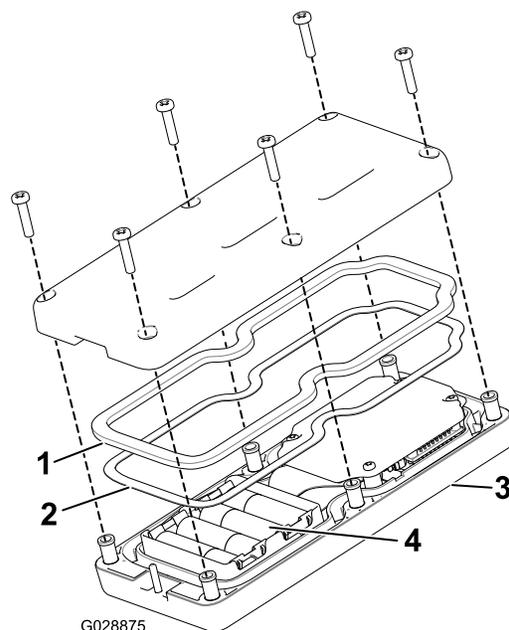

Figura 13
2. Inserte cada batería en su alojamiento teniendo en cuenta la polaridad correcta. (Si las pilas se instalan de forma incorrecta, la unidad no resultará dañada, pero no funcionará.) El alojamiento lleva marcas de polaridad para cada terminal grabadas en relieve (Figura 13).
3. Asegúrese de que el obturador de acero y la junta de goma se encuentran en el lugar adecuado del control remoto y coloque de nuevo la tapa trasera (Figura 13).
4. Ajuste la tapa con 6 tornillos (Figura 13) y apriételos a 1,5–1,7 N·m.